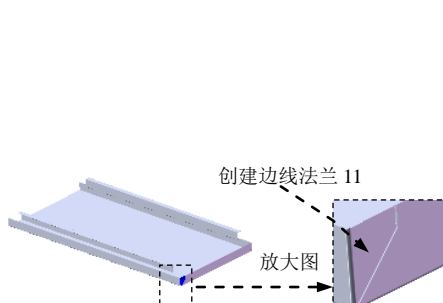

图 17.6.21 创建边线—法兰 11
Step11. 用相同的方法创建另一侧的边线—法兰 11 (图 17.6.21), 详细操作步骤参见上一步。